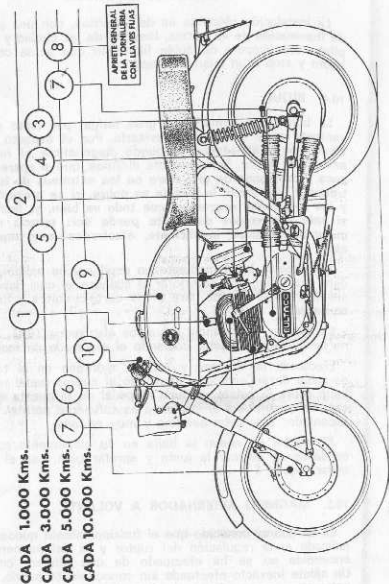

Fig. 12.— Esquema general del mantenimiento.
10.1. OPERACIONES MAS IMPORTANTES. (Ver fig. 12.)